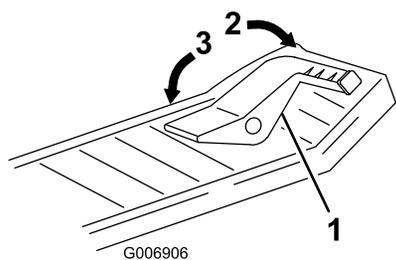

Figura 14
2. Premete lentamente con il piede la 'punta' del pedale di controllo della trazione per spostarvi in avanti, ed il 'tacco' del pedale per spostarvi indietro (Figura 14).